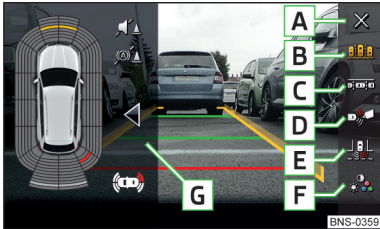

Abb. 281
Funktionsflächen » Abb. 281
- › Die Funktionsfläche **C** » Abb. 281 auf Seite 246 antippen.